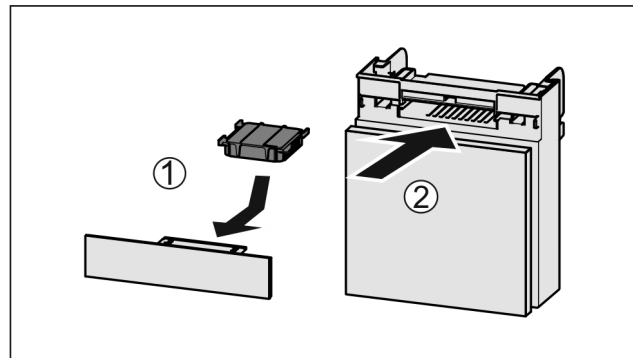

Fig. 113
- ▶ Установите фильтр с активированным углем, как показано на рисунке Fig. 113 (1).
▶ Вставьте отделение Fig. 113 (2).